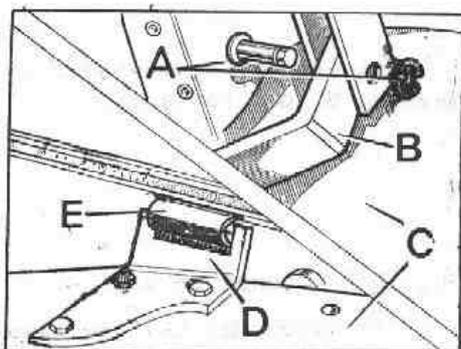

Fig. Q-1 Elementos de fijación del capó
- 1.1. Si la rueda de repuesto está colocada sobre el capó, se separará de él, y con el capó levantado se extraerá la arandela y clavija, A (Fig. Q-1), que sujeta la tiranta de apoyo, B.